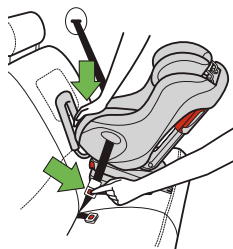

Figura 40
- Si se presiona el centro del asiento de seguridad se reduce la tensión del cinturón del vehículo, lo cual facilita desabrochar el mismo, como se muestra en la **figura 40**.